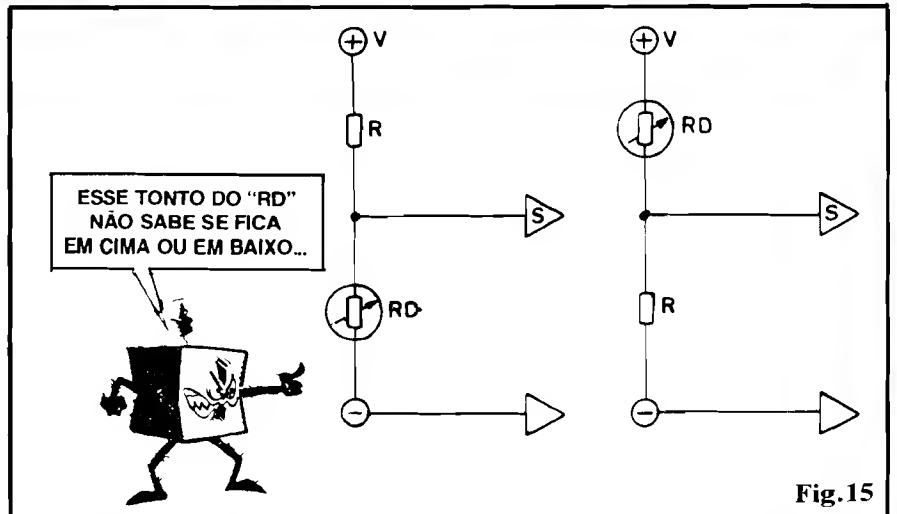

Fig.15
- FIG. 15 - Estruturando um divisor de tensão simples (formado pelo "Resistor Dependente" - de qualquer tipo - e mais um único resistor comum, fixo...), estando o RD no ramo "inferior" ou **negativo** do tal divisor, a junção (ponto S) mostrará uma **queda** de Tensão, quando também **cair** o valor ôhmico do RD. Em contrapartida, um **aumento** da Resistência de RD gerará também uma **elevação** na Tensão presente no ponto S. Já se o RD estiver posicionado no ramo "superior" ou **positivo** do divisor simples de Tensão, quando a Re-